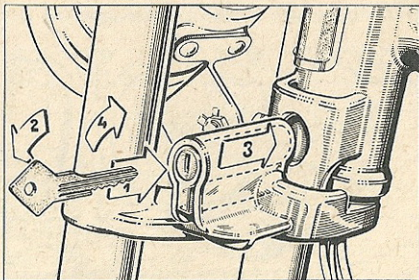

Bild 4
- Fahrzeug entsichern (Bild 4) und Leergang einlegen,